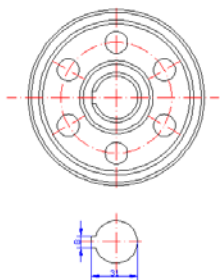

图 9.136 半径标注
(9) 在【功能区】选项板中选择【注释】选项卡，在【标注】面板中单击【半径】按钮，对如图 9.136 所示的圆弧进行标注。
(10) 使用【修改】/【特性】命令，单击“ ϕ 29”的线性标注，弹出【特性】面板框，拖动滚动条至【公差】选项组，将【显示公差】定义为【极限偏差】，将【公差下偏差】